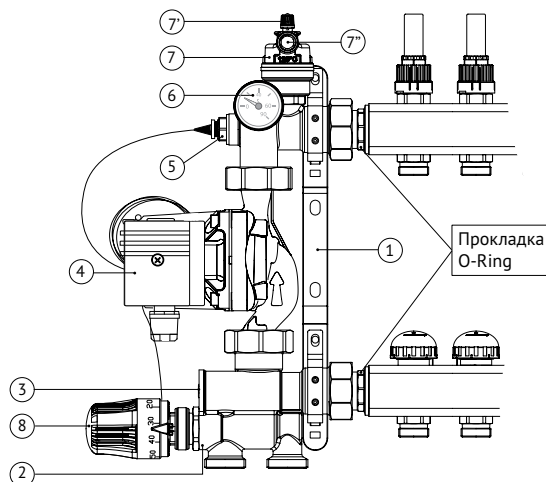

Рис. 2
Чёрный колпачок сверху (см. рис. 2 поз 7') – это запорный элемент ручного воздухоотводчика.
Серый винтик сбоку (см. рис. 2 поз 7'') – это запорный элемент автоматического воздухоотводчика.
2. При помощи монтажного кольца головки закрепите её на смесительном клапане (рис. 2 поз. 2).
3. Поместите датчик в гнездо температурного датчика (рис. 2 поз. 5).
Настройка байпаса: согласно приведённой ниже диаграмме (рис. 3), расходу 1032 л/ч, соответствуют 6 разных кривых ΔP_{valv} при разных настройках байпаса (рис. 2 поз. 3): чем меньше открыт байпас, тем быстрее достигается требуемая температура на подаче, и наоборот, при максимально открытом байпасе увеличивается расход и одновременно сокращается колебание температуры подачи, связанное с открытием–закрытием различных зон, на которые разделяется система отопления.